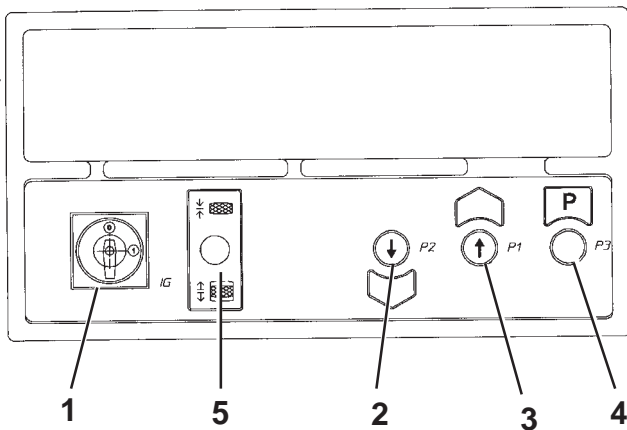

Fig. 30
Salita - (Rif. Fig. 30) Interruttore generale (1) in posizione 1. Premere il pulsante di salita (3) fino al raggiungimento dell'altezza voluta.
Up - (Ref Fig. 30) Main switch (1) in position 1. Press the up button (3) until the lift reaches the desired height.
Heben. (Zu Abb. 30). Hauptschalter (1) in Schaltstellung "1" setzen. Die Taste "Heben" (3) drücken, bis die gewünschte Höhe erreicht wird.
Montée. (Réf. Fig. 30) - Interrupteur principal (1) sur la position 1. Appuyer sur le bouton-poussoir de montée (3), jusqu'à obtention de la hauteur souhaitée.
Subida. (Ref. Fig. 30) Interruptor general (1) en posición 1. Apretar el pulsador de subida (3) hasta que alcance la altura deseada.